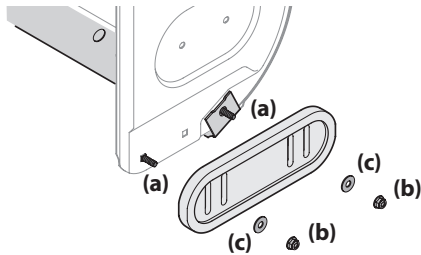

Figura 4-1
- Gire y vuelva a montar las zapatas antideslizantes nuevas con los cuatro pernos de carro (a) (dos a cada lado) y las tuercas de brida hexagonales (b) y las arandelas planas (c). Consulte la Figura 4-1.